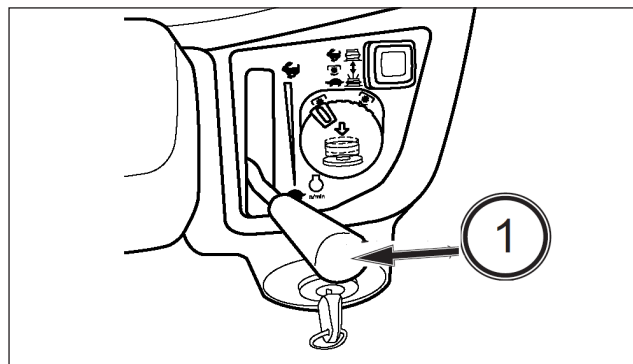

FIG. 57
FIG. 57 : le levier d'accélération (1) règle le régime moteur et reste à la position sélectionnée par le conducteur. Si le levier est placé vers l'arrière, le moteur tourne au ralenti. Le régime moteur augmente à mesure que le levier est poussé vers l'avant.